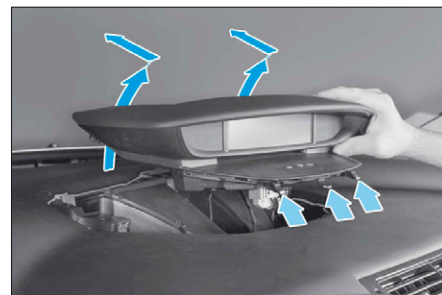

FIG. 38
- Déposer le combiné d'instruments central en le dégrafant d'abord côté pare-brise puis en le poussant afin de dégager les 3 languettes de maintien (flèches vertes) (Fig.38).